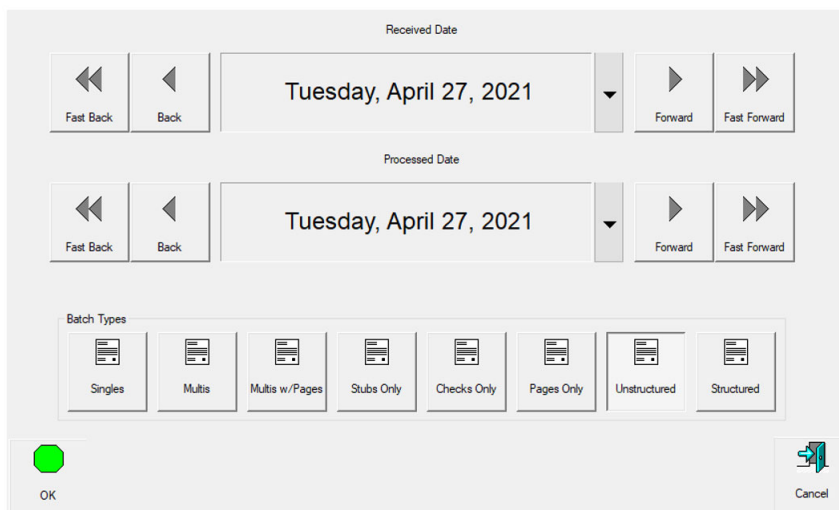

図 3-7 : 日付とバッチタイプの入力を促すプロンプト
- ジョブタイプ、処理日、受信日の変更を促すプロンプトが表示され、オペレータは、ジョブタイプや処理日の選択を求められます。選択した後、OK ボタンをクリックして続行します (図 3-7)。